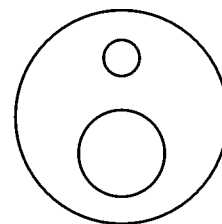

Рис. 2.
- с двумя отверстиями (5; 13 мм) рис.2;